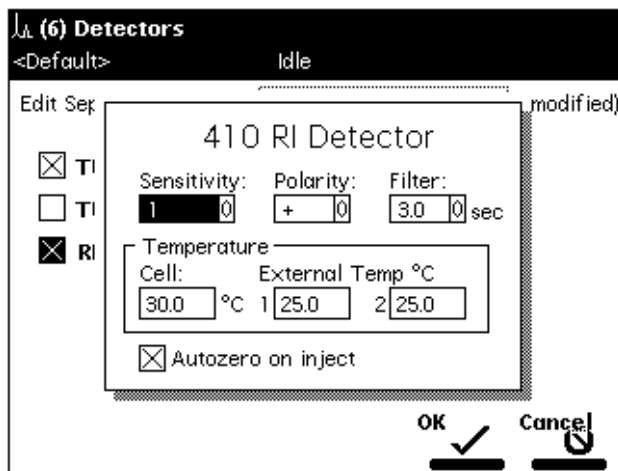

图 6-14 410 RI 检测器屏幕
1. 在 Detectors (检测器) 屏幕中, 按 **RI** 屏幕键以显示 2410/410 检测器屏幕 (图 6-14)。